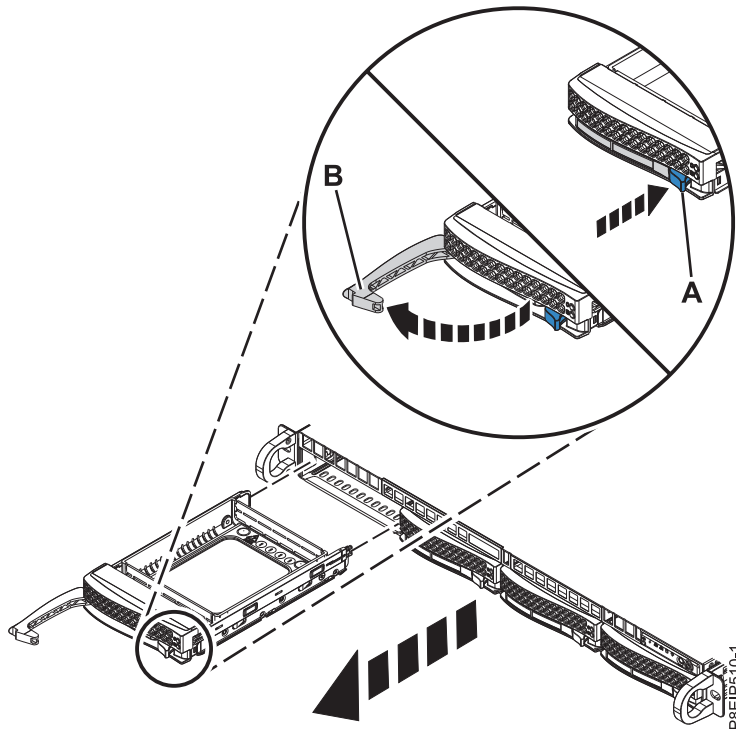

Figura 9. Removendo uma Unidade
2. Destrave a alça do compartimento de unidade **(B)** empurrando a liberação da alça **(A)** conforme mostrado na Figura 9 na página 11. A alça **(B)** desencaixa em sua direção. Se a alça não desencaixar